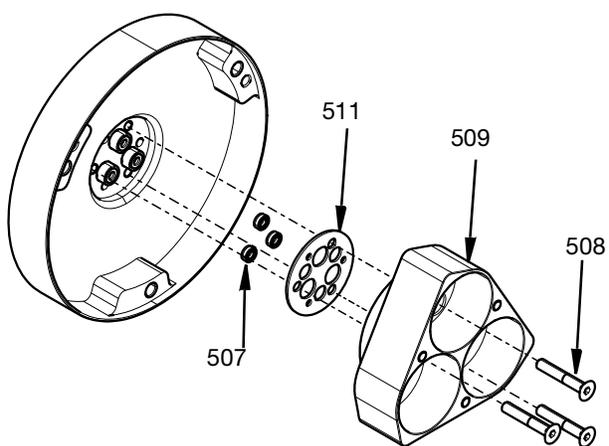

FIG. 14
6. Quite los tres tornillos M4 (508) que sujetan el alojamiento del cilindro de aire (509). Una vez desmontado el alojamiento del cilindro de aire, pueden quitarse la junta del alojamiento del cilindro (511) y las juntas de las varillas (201). Consulte el apartado **Kit de herramienta de inserción y extracción de juntas 25T489**, página 37 para quitar juntas de varillas. Consulte la FIG. 14.